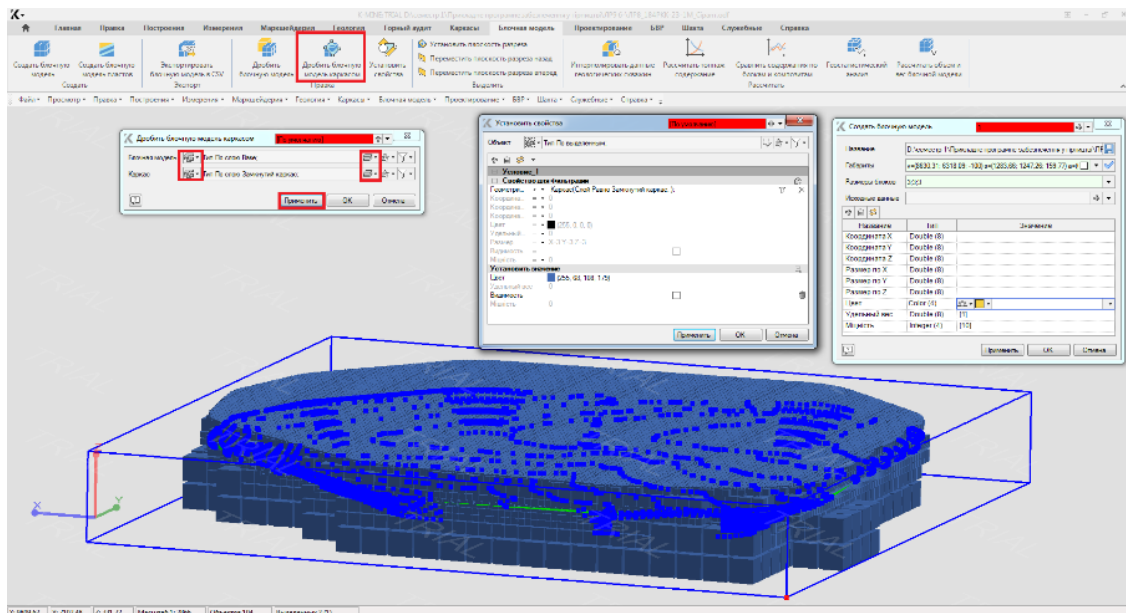

Рисунок 5.2 - Дроблення блочної моделі каркасом
9. Виконайте дроблення блочної моделі каркасом (рис.5.2).